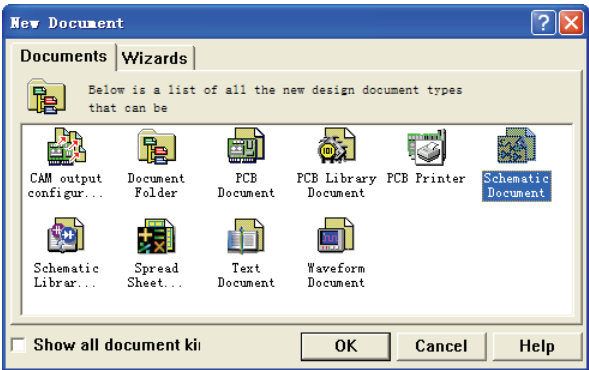

图 5-35 选择文件类型
(4) 执行“Files”→“New”菜单命令，在打开的文件选择对话框中选择创建“Schematic Document”文件，如图 5-35 所示。单击 **OK** 按钮后，在工作区“Document”文件夹中创建一个原理图文件，默认文件名称为“Sheet1.Sch”，修改文件名为“Top.Sch”。在创建原理图文件的同时，也就进入了原理图设计系统环境。